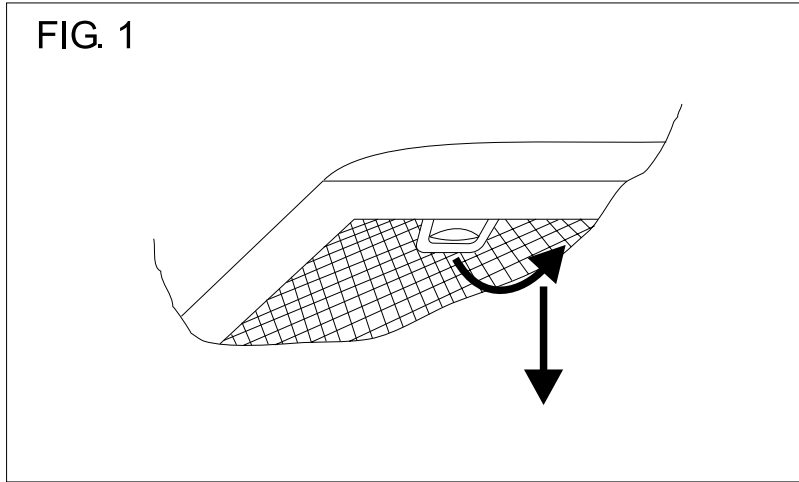

FIG. 2
- 2) Per facilitare il montaggio, se la vostra cappa è dotata di telaio filtri carbone in metallo, rimuoverlo prima di iniziare il montaggio stesso, tramite le viti (Fig. 2/1). A montaggio ultimato rimontare il telaio.
Sostituzione del filtro anti-odori (solo per cappe filtranti) (Fig. 2/2)
Il filtro può essere rimosso semplicemente tirando i due pomelli verso il basso. Per alcuni modelli dotati di filtro carbone fissato al motore come in Fig. 2/3, è sufficiente ruotarlo in senso antiorario.